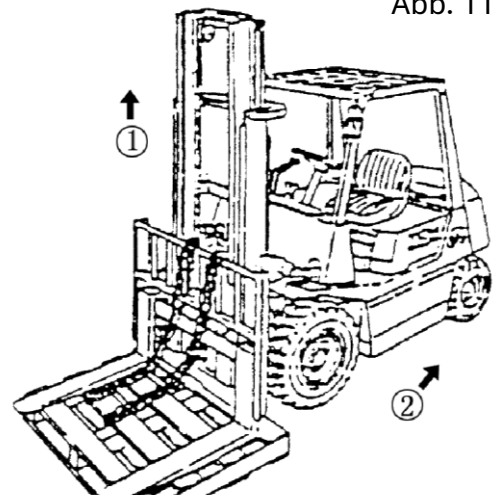

Abb. 11-5
4. **Hebe den Innenmast an.** (Siehe Abb. 11-5①)
(5) Fahren Sie den Gabelstapler rückwärts, wenn der Gabelträger vollständig vom Außenmast getrennt ist. (Siehe Abb. 11-5②)
(6) Austausch der Hauptrollen: